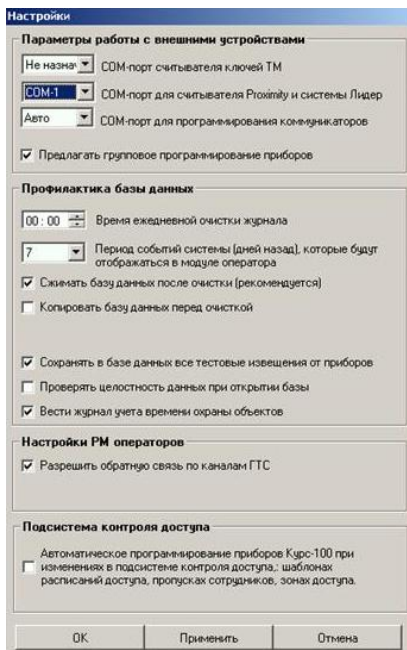

Рис.2
4. Откроется окно «Настройки» (рис.2)
5. В открывшемся окне выбрать из выпадающего списка порт подключения в пункте «COM-порт для считывателя Proximity и системы Лидер» (рис.2).